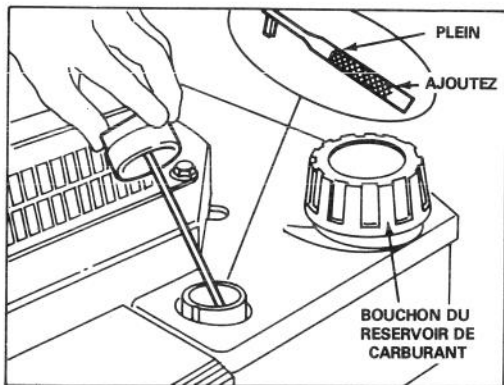

Figure 3
3. Essuyez la jauge d'huile et insérez-la dans le col de remplissage. Tournez le bouchon d'un quart de tour dans le sens des aiguilles d'une montre. Enlevez ensuite la jauge d'huile et vérifiez le niveau d'huile (Fig. 3). Si le niveau est bas, ajoutez une quantité suffisante pour amener le niveau à la marque FULL (PLEIN) sur la jauge d'huile. **NE REMPLISSEZ PAS AU-DELA DE LA MARQUE FULL (PLEIN) CAR LE MOTEUR POURRAIT ETRE ENDOMMAGE LORS DU DEMARRAGE.**
1. Nettoyez autour du bouchon. Enlevez le bouchon (Fig. 3) et remplissez le réservoir jusqu'à 1/2" (13 mm) du haut avec de l'essence sans plomb.